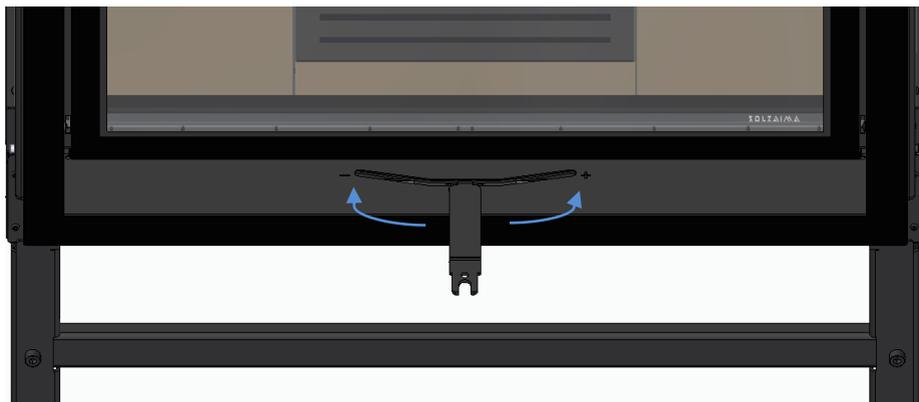

Figure 27
Pour ouvrir les registres d'air – Faites glisser le régulateur vers la droite (référéncé par le symbole « + ») avec la clé qui vient dans l'équipement, pendant la phase d'éclairage et une plus grande consommation de bois de chauffage, voir Figure 27.
- a) Ouvrez le régulateur d'air de combustion, déplacez-le sur la position « + » (voir Figure 27).